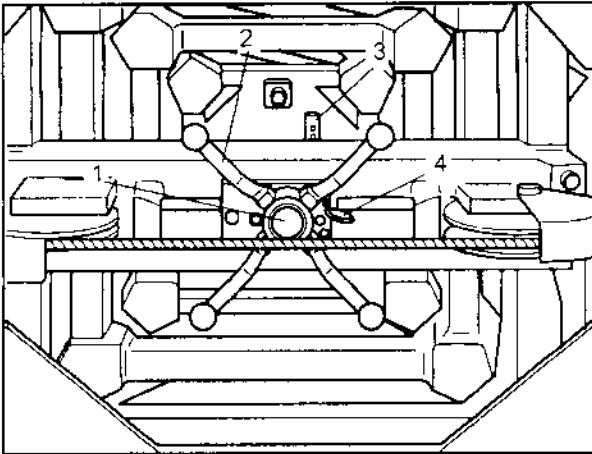

Bild 107
- Spindel (Bild 107/1) ganz eindrücken,
- Handrad (Bild 107/2) bis zum Anschlag nach rechts drehen,
- Federstecker (Bild 107/3) aus der Aufbewahrungshalterung ziehen und in die Aufnahme (Bild 107/4) stecken.